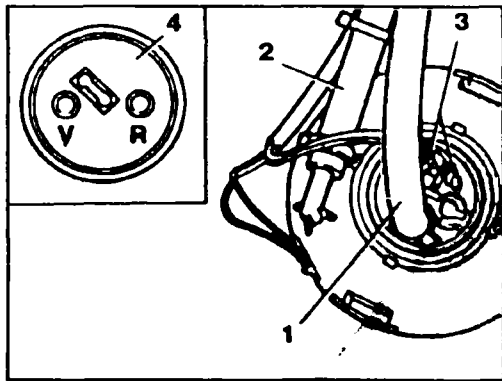

Рис. 4.29 Отсоединение шлангов
- ◆ Выньте из нижней части корпуса узла датчик уровня топлива. Отсоедините шланг подачи топлива (1, см. рис. 4.29), шланг возврата топлива (2) и разъем топливного насоса (3).
- ◆ Наденьте шланги подачи и возврата топлива и закрепите их хомутами. При этом учитывайте маркировку (4) на трубках крышки (3, рис. 4.29).